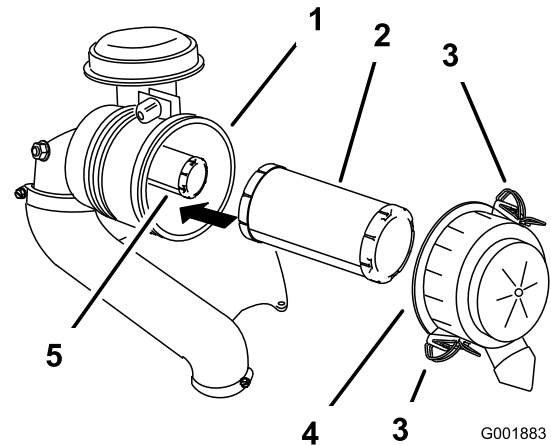

Figura 54
3. Abra los cierres del limpiador de aire y tire de la tapa de la entrada de aire para separarla del cuerpo del limpiador de aire (Figura 54).
5. Extraiga con cuidado el filtro primario de la carcasa del limpiador de aire (Figura 54).
2. Si va a cambiar el filtro interno, deslícelo cuidadosamente en el cuerpo del filtro (Figura 54).
3. Deslice cuidadosamente el filtro primario por encima del filtro de seguridad (Figura 54).
4. Instale la tapa del limpiador de aire y fije los cierres (Figura 54).